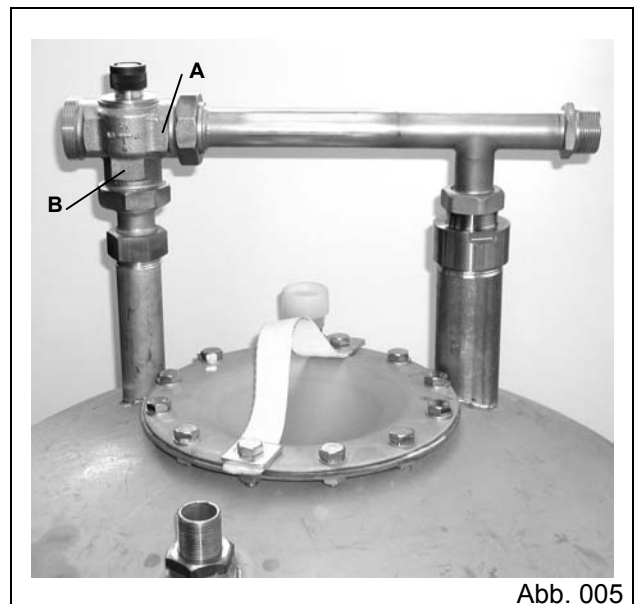

Abb. 005
2. Montieren Sie den Trinkwassermischer mit dem „Anschluß B“ auf das Anschlußstück des Stutzens TWW 70 °C mittels der Überwurfmutter. Die Verbindungsleitung bauen Sie gemäß Abbildung 005 auf dem Übergangsstück des Stutzens TWW 60 °C/TWZ und am Mischer „Anschluß A“ an.